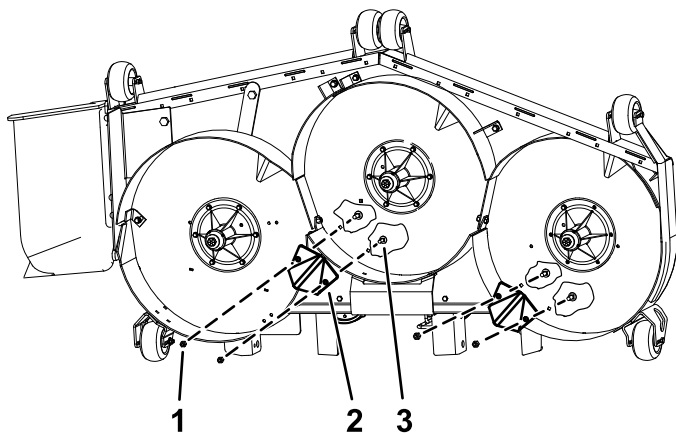

Figura 5
1. Retire os parafusos e porcas existentes nos furos para os tirantes (Figura 5).
2. Instale os novos tirantes na plataforma do cortador nos locais mostrados em Figura 5.
3. Prenda os tirantes utilizando quatro parafusos de carroçaria (5/16 pol. x 1 pol.) e quatro porcas de bloqueio (5/16 pol.), como se mostra na Figura 5.